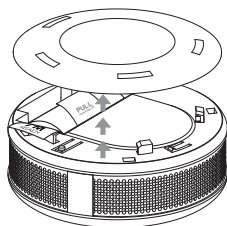

Fig. 2
2. Zdejmij pokrywę obudowy (Fig. 2).